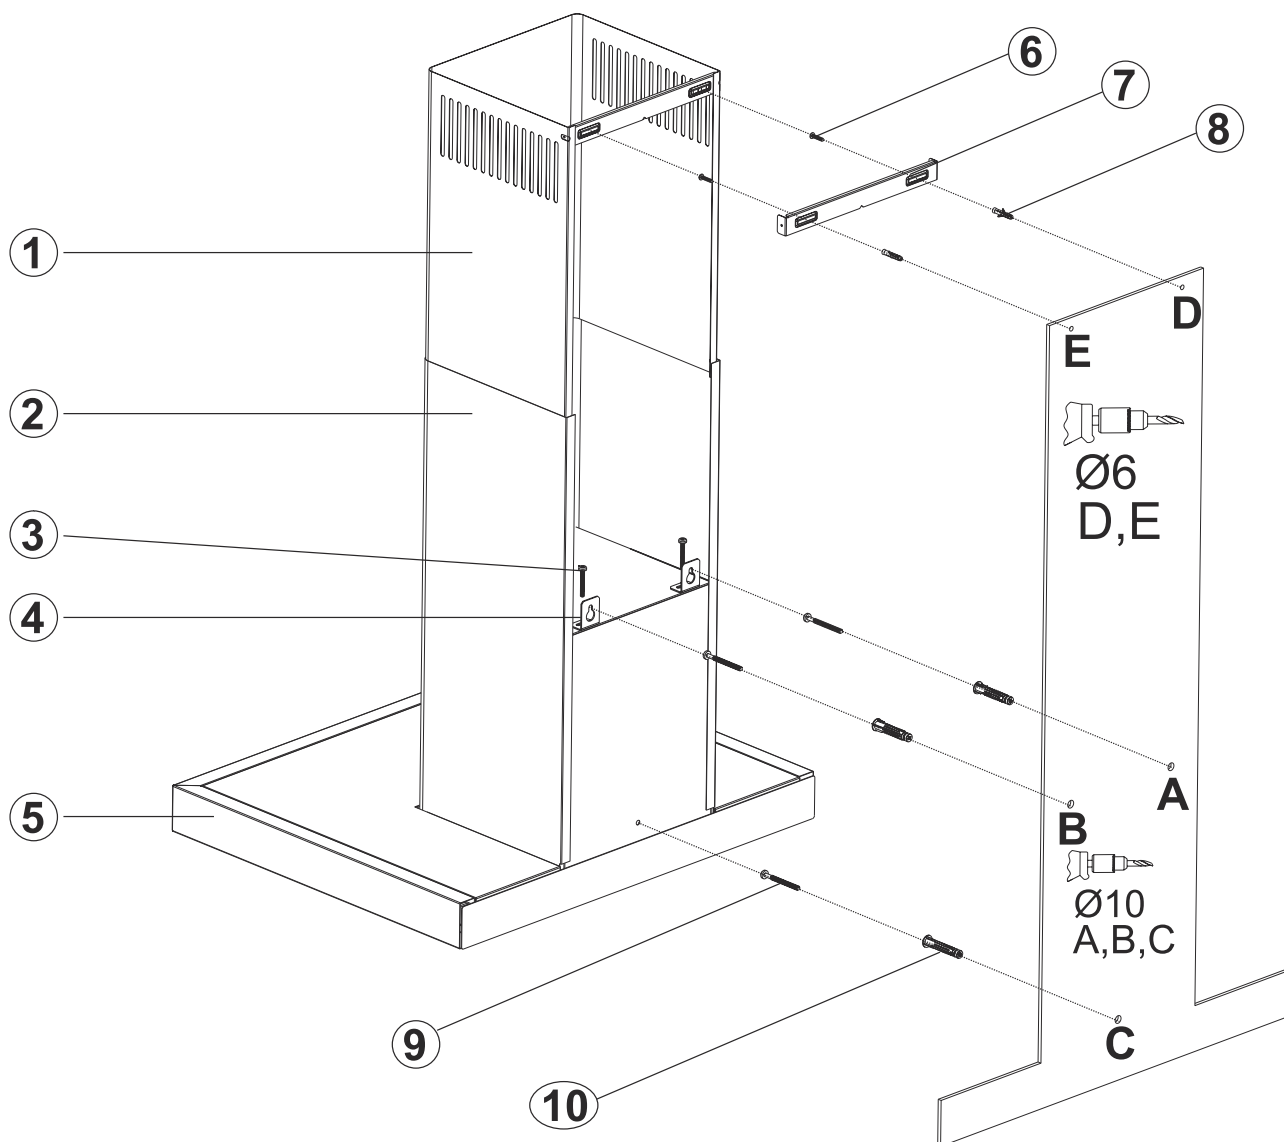

Fig. 8
2. ➤ Fäst skissen på väggen efter önskad höjd på fläkten (observera våra rekommendationer gällande avstånd mellan spishäll och fläkt). Markera nu punkterna A, B och C (Fig. 8).
3. ➤ Sätt Ø10mm pluggar i hålen A, B och C. Skruva i skruvar i pluggarna A + B och låt det vara 5mm avstånd mellan skruvhuvudena och väggen (Fig 8).
4. ➤ Montera upphängningsbeslagen på fläkten med de medföljande M5x35 skruvarna (Fig. 8).